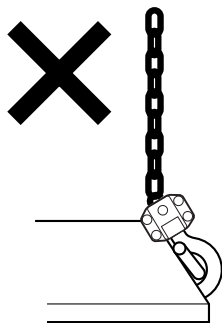
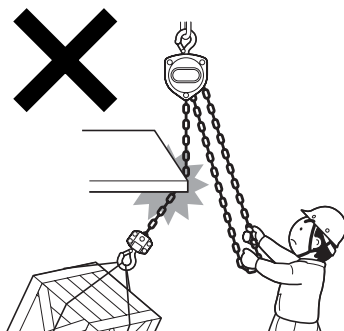

図6
図7
(15) フックに荷を掛けるときは、必ずフック中心の正しい位置に掛けるように使用してください。
(16) フックの先端で絶対に荷をつっはいけません。図6
(17) フックや本体を支点にして使用しないでください。
(18) 上下フックに損傷や変形がある物は使用しないでください。
(19) ロードチェーンが変形したり傷付いたチェーンブロックは絶対に使用しないでください。
(20) ロードチェーンを鉄板等の角に当てて操作しないでください。図7